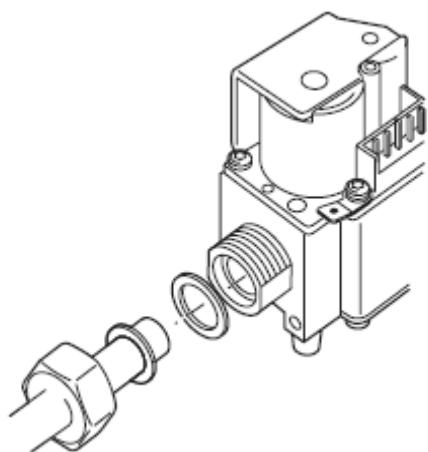

Рис. 6. Наружное резьбовое соединение с гайкой и уплотнительным кольцом
④ С гайкой 3/4" и уплотнительным кольцом (рис. 6)